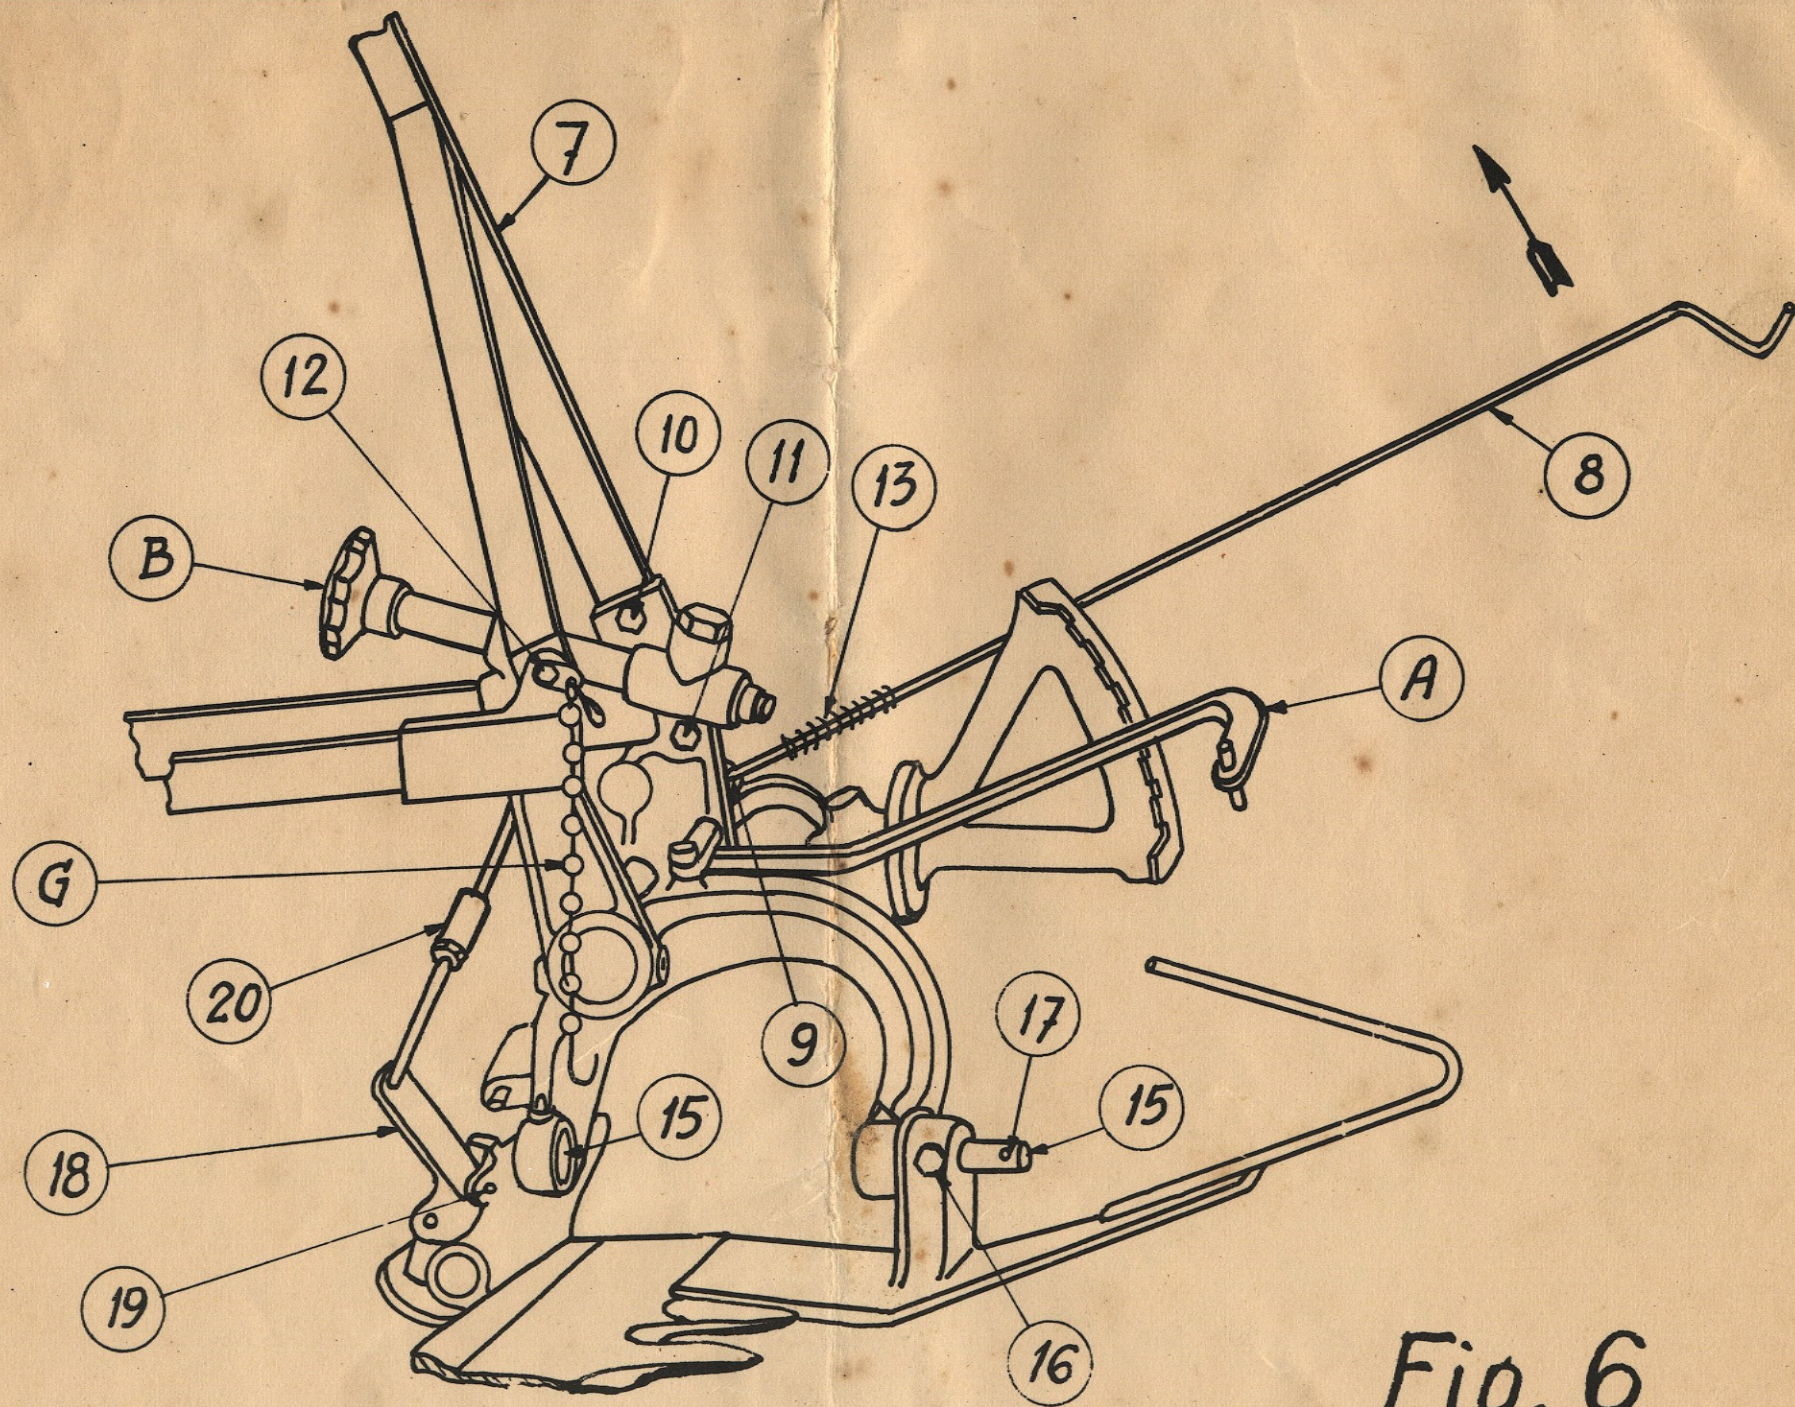
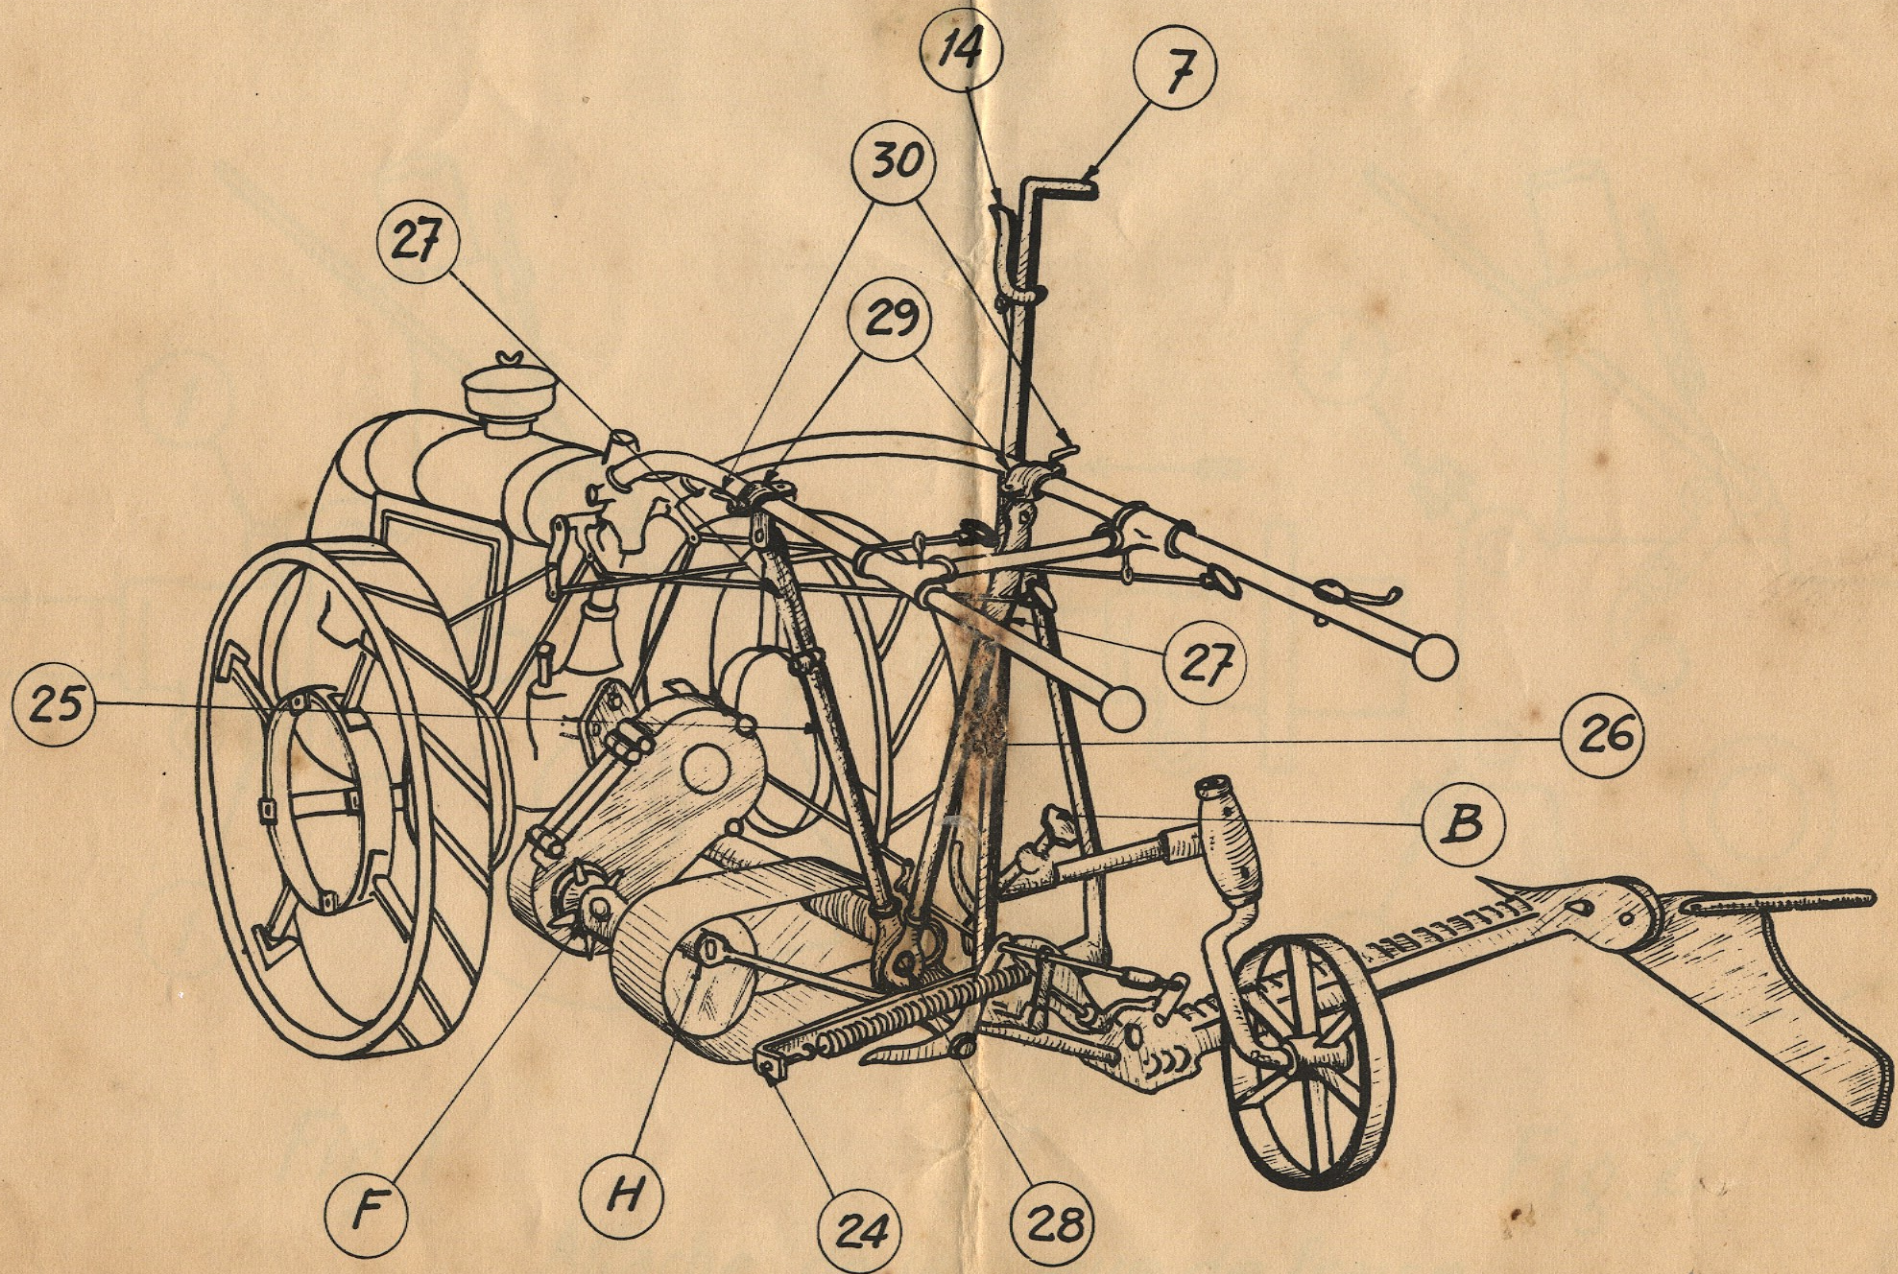

Fig. 6
Fig. 7
5. Mise en place du levier de relevage. Ce levier qui a dû être enlevé pour le transport de la faucheuse est marqué 7 sur les figures 6 et 7. On commence par accrocher l'extrémité de la tringle 8 dans le trou du cliquet 9. Celle-ci étant maintenue dans la position visible sur la figure 6, on fixe le levier 7 à l'aide des vis 10 et 11 et du boulon 12. Ensuite la tringle 8 est rabattue sur le levier 7 en veillant à ce que le ressort 13 soit pris sous le crochet en forme de fer à cheval soudé sur le levier. L'extrémité supérieure de la tringle est introduite dans le trou prévu à cet effet dans la poignée 14 (fig.7) puis arrêtée au moyen d'une goupille fendue.
6. Mise en place du peigne (fig.6). Placer le sabot intérieur en regard du support et faire correspondre les trous des chevilles. Introduire les chevilles 15, puis les fixer au moyen des vis 16.
8. Tendre le ressort de compensation en tournant l'écrou 24 (fig.7)
9. Relier le guidon du motoculteur à la faucheuse à l'aide des deux bras réglables fournis avec la machine. Ces 2 bras 25 et 26 (fig.7), dont la longueur se règle selon la hauteur désirée du guidon par coulisement des chapes 27, se fixent à la faucheuse à l'aide d'un seul écrou 28. Ils se fixent au guidon au moyen des colliers 29 serrés par les manettes 30.
1. Réglage de coupe - Par l'intermédiaire du petit levier horizontal A (fig. 6) on peut régler l'inclinaison du peigne et faire varier ainsi la hauteur de l'extrémité des doigts au-dessus du sol. Le levier est maintenu à sa place par un ressort qui l'empêche de sortir de la dent du secteur dans lequel il est engagé. Pour varier l'inclinaison, il faut dégager le levier, en le tirant hors du secteur.
2. Réglage hauteur du sabot - Au moyen de la vis B (fig. 6 & 7) on peut régler à volonté la hauteur du sabot intérieur au-dessus du sol. Il suffit pour cela de tourner cette vis ou à droite ou à gauche pour faire descendre ou monter le sabot.
8. Marche sur route - Le déplacement de la motofaucheuse peut se faire soit le sabot relevé, c'est-à-dire le levier de relevage 7 (fig.7) tiré en arrière, soit le sabot abaissé. Dans ce cas, il faut donner quelques tours à la vis B pour que le sabot ne touche pas le sol, en outre la bielle doit être retenue par la chaînette G (fig.6) ceci afin que la lame ne traîne pas sur la terre.
9. Graissage - Nous recommandons de graisser souvent, environ toutes les demi-heures la tête de lame T (fig.5), le coussinet de bielle H (fig.7) ainsi que les quatre appuis du couteau de la faucheuse; exceptionnellement, lorsqu'il s'agit d'un terrain sablonneux, ne pas graisser les appuis du couteau, car le sable de ces terrains, en mélange avec l'huile, ronge très rapidement ces appuis.
10. Tension des courroies - Il peut arriver qu'à la longue les courroies doivent être retendues. Pour cela desserrer les quatre écrous servant à bloquer le palier porte-manivelle dans son support ainsi que celui sur la protection de manivelle, ensuite, faire pivoter sur lui-même le dit palier dans le sens des aiguilles d'une montre en se servant du croisillon F (fig.7), puis re-bloquer tous les écrous. Ne pas exagérer la tension.